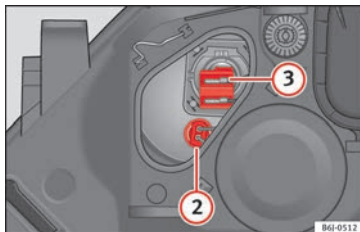

Bild 95 Positionsljus och hellsstrålkastare
- Ta bort kontakten » bild 95 **2** genom att dra den utåt.
- Ta bort kontakten » bild 95 **3** genom att dra den utåt.